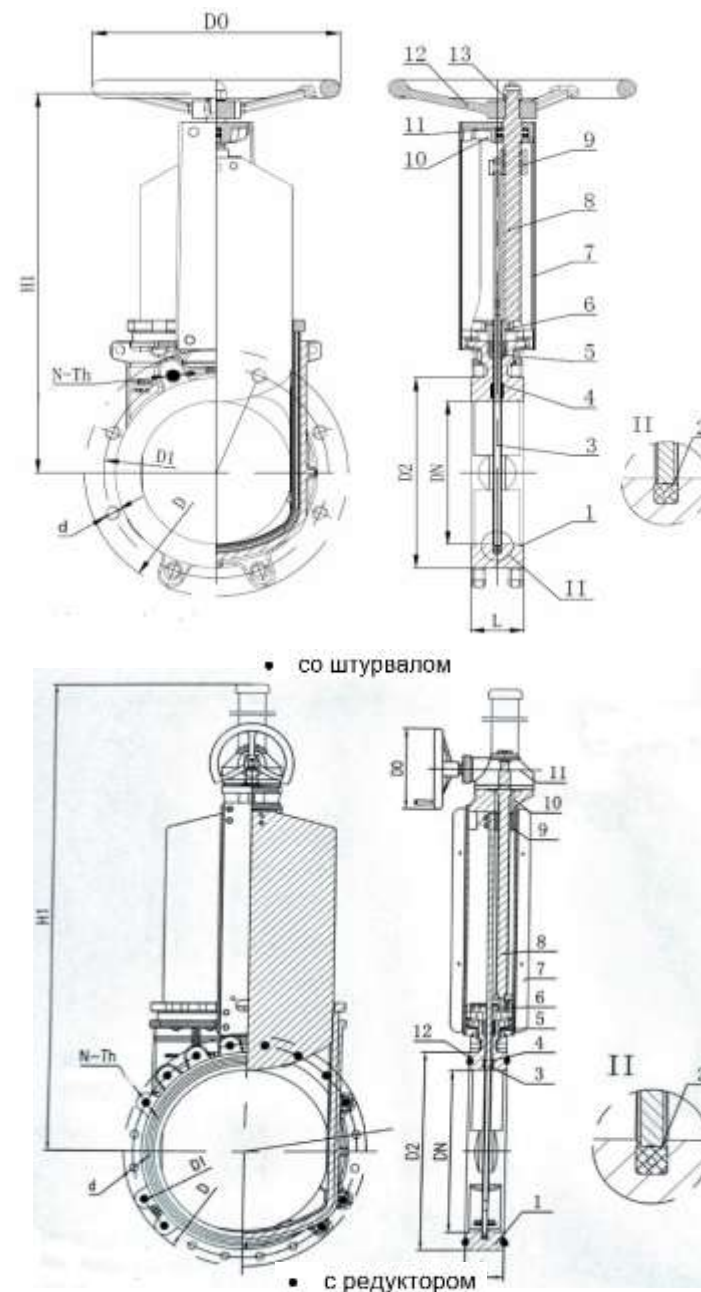

Рис.1
2.2 Основные габаритные размеры ТМЦ приведены в табл.№2 и Рис.1
Основные детали и материалы ТМЦ приведены в табл.№3 и Рис.1.